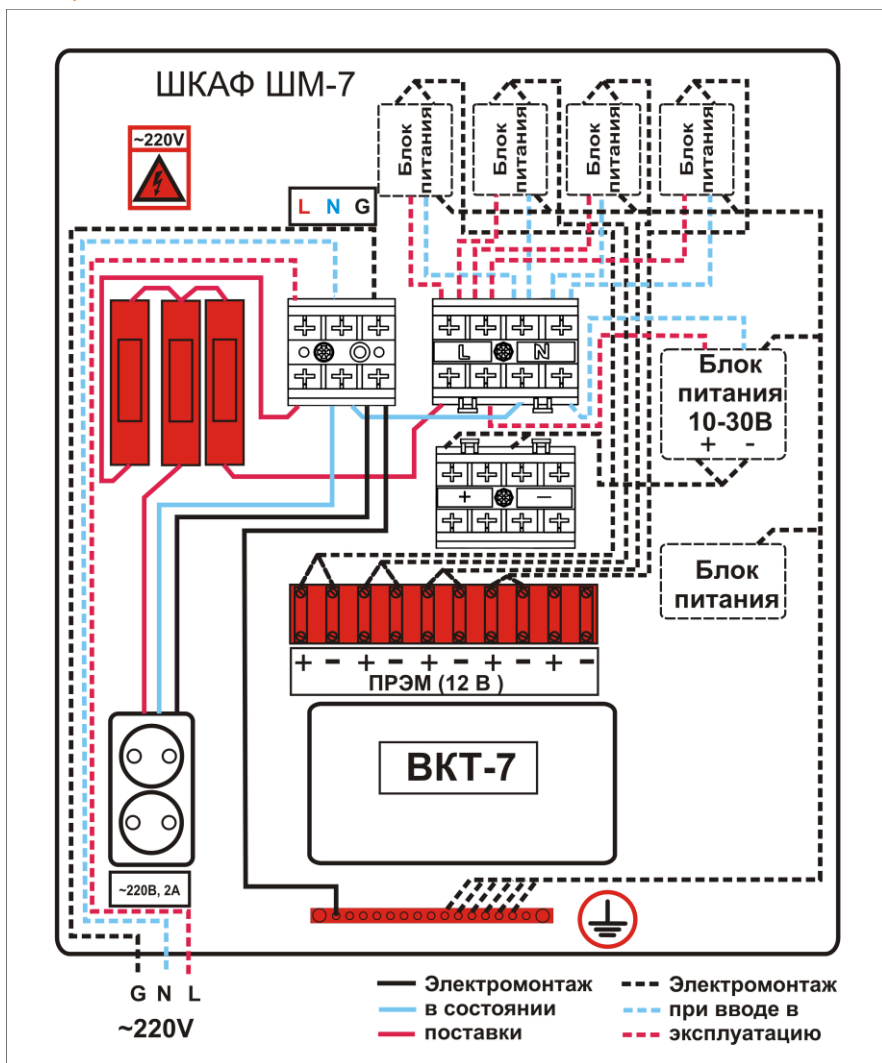

Рисунок 3 – Схема подключения
Схема подключения показана на рис. 3.
3. Соединить блоки питания датчиков с клеммниками в соответствии со схемой, приведенной на рис. 3.
6. Завести кабель питания через гермоввод PG7, подсоединить его к клеммнику согласно рис. 3 и зажать гермоввод. Для фиксации кабеля использовать держатели, входящие в комплект поставки.
8. Выполнить соединения линий питания датчиков и сигнальных линий в соответствии со схемой, приведенной на рис. 3, и эксплуатационной документацией составные части теплосчетчика. Для фиксации линий использовать стяжки и крепеж, входящие в комплект поставки.